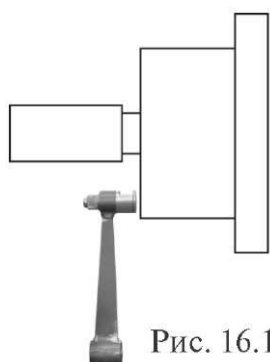

Рис. 16.1
21.1.1. Калибровка тракта измерения дистанции. Для оценки погрешности устройства ввода дистанции выдвиньте штангу ввода параметров и уприте рукоятку в задний торец фланца вала, как показано на рис. 16.1. При этом на экране ввода геометрических параметров (см. рис.10.2) появится
Нажмите кнопку «MENU», в открывшемся окне MENU выберите пункт 7 «Далее», нажав кнопку 7 в верхнем ряду клавиатуры. Откроется вторая страница окна MENU (см. рис.16.1). Выберите пункт 3 «Тест», нажав кнопку 3 в верхнем ряду клавиатуры. Откроется окно ТЕСТ рис.21.1.